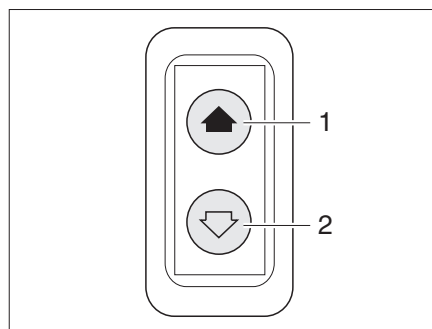

Fig. 22 Interrupteur pour lève-vitres électrique
Le véhicule est équipé d'un lève-vitre électrique (Fig. 22) du côté du conducteur.
*Ouvrir :* ■ Appuyer sur la partie inférieure du commutateur (Fig. 22,2).
*Fermer :* ■ Appuyer sur la partie supérieure du commutateur (Fig. 22,1).